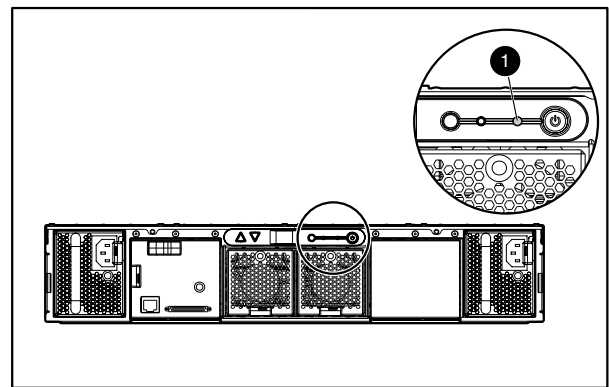

Figure 2 Fehleranzeige des MSA20
- berprfen Sie bei einem MSA20 die Fehleranzeige. Siehe Figure 2. Sie sollte gelb leuchten.